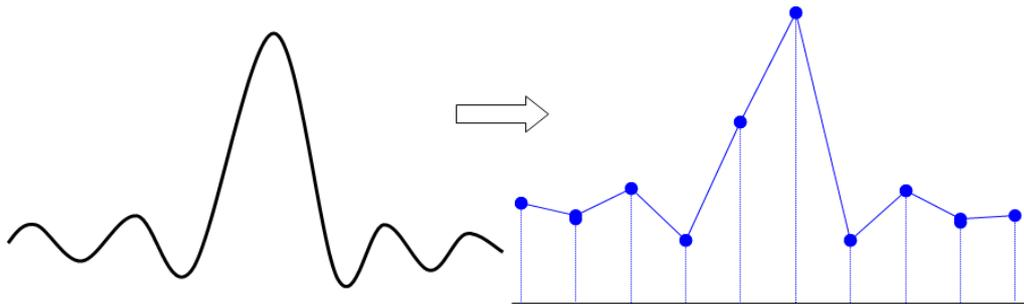

Abbildung 10-1
(2) Auswirkung einer niedrigen Abtastrate
- Verzerrung der Wellenform: Aufgrund der niedrigen Abtastrate können die Details der Wellenform fehlen, und die abgetastete Wellenform kann sich stark vom tatsächlichen Signal unterscheiden, wie in Abbildung 10-1 dargestellt.